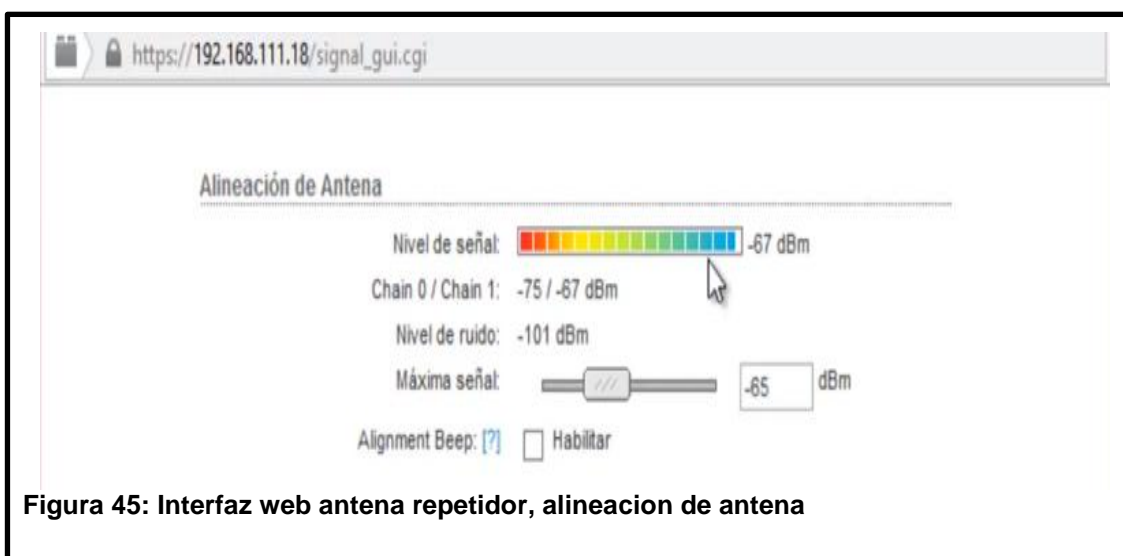

Figura 45: Interfaz web antena repetidor, alineacion de antena
- Luego de esto en la parte superior derecha tenemos la opción 'Herramientas' y seleccionaremos la opción 'Herramientas de Alineación de Antena', en esta pantalla podremos modificar el valor 'Máxima señal' pero se recomienda que este en -65 dBm para óptima ganancia, a su vez se puede observar un gráfico en vivo del nivel de la señal el cual se debe establecer en lo posible alrededor de -65 dBm, esto se realiza moviendo las antenas hasta llegar a lo requerido, en la figura 45 podemos observar la herramienta de alineación de señal.